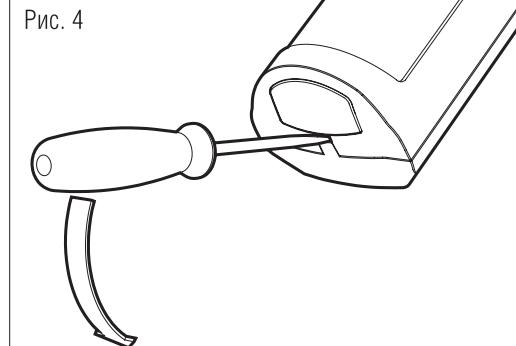

Рис. 3
- закрепить двумя шурупами угловой кронштейн (рис.3);
- закрепить основание на кронштейне шурупом (8);